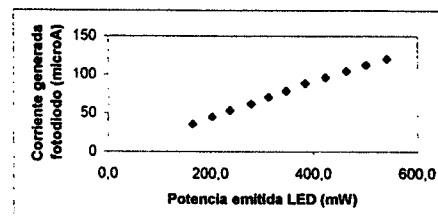

Figura C.1
1.- Se dispone de la curva de calibración que se muestra en la Fig.C.1. El fotodiodo